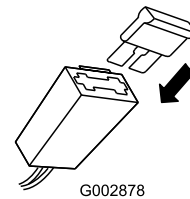

Figure 41
2. Placez le fusible dans le porte-fusible (Figure 41).